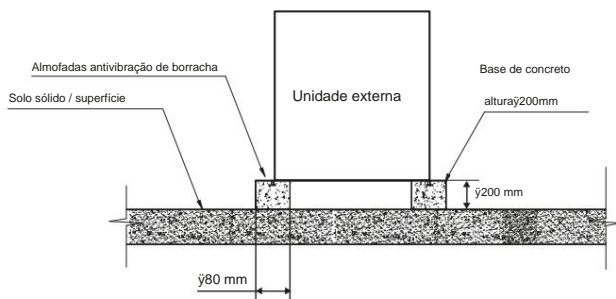

Fig. 6-4 Vista frontal da estrutura base
- 4) Um projeto típico de base de concreto é mostrado na Fig. 6-4. Um projeto típico de base de concreto é mostrado na Fig. 6-4. a especificação do concreto é 1 parte de cimento, 2 partes de areia e 4 partes de brita com barra de reforço de aço. As bordas da base devem ser chanfradas.